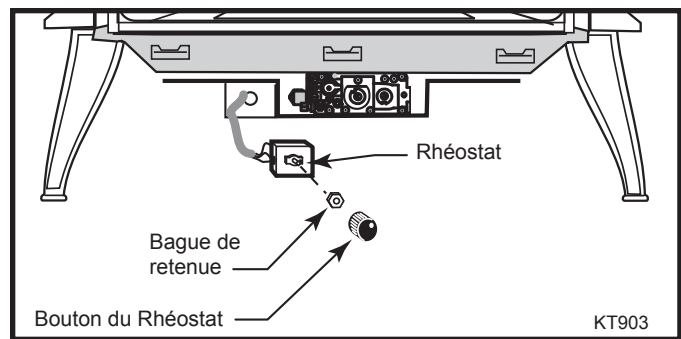

Fig. 17 Fixez le rhéostat au support.
- Insérez l'arbre de la boîte de l'interrupteur dans le trou au dos du panneau gauche en alignant la tige d'alignement avec le petit trou du panneau. (Fig. 17)